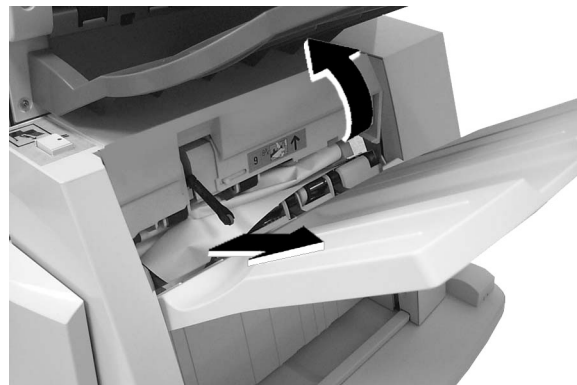

Figura 18: Levantar a Tampa de Saída do Finalizador e retirar papel da Área 9
- 1** Levante e segure a Tampa de Saída do Finalizador (Área 9), que se encontra por cima da Bandeja de Saída do Finalizador (Figura 18).
- 2** Retire a folha encravada (Figura 18).